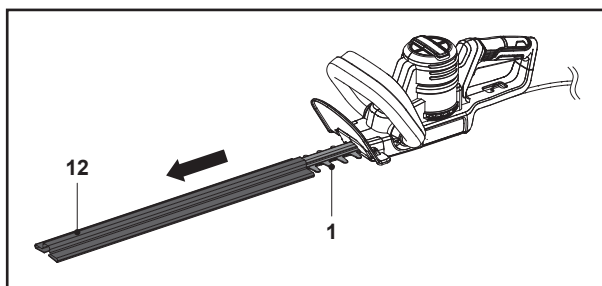

Fig. 1
1. Retirer le protège-lame (12) du dispositif de coupe (lame) (1) avant utilisation (Fig. 1).
2. Conserver le protège-lame (12) en lieu sûr.